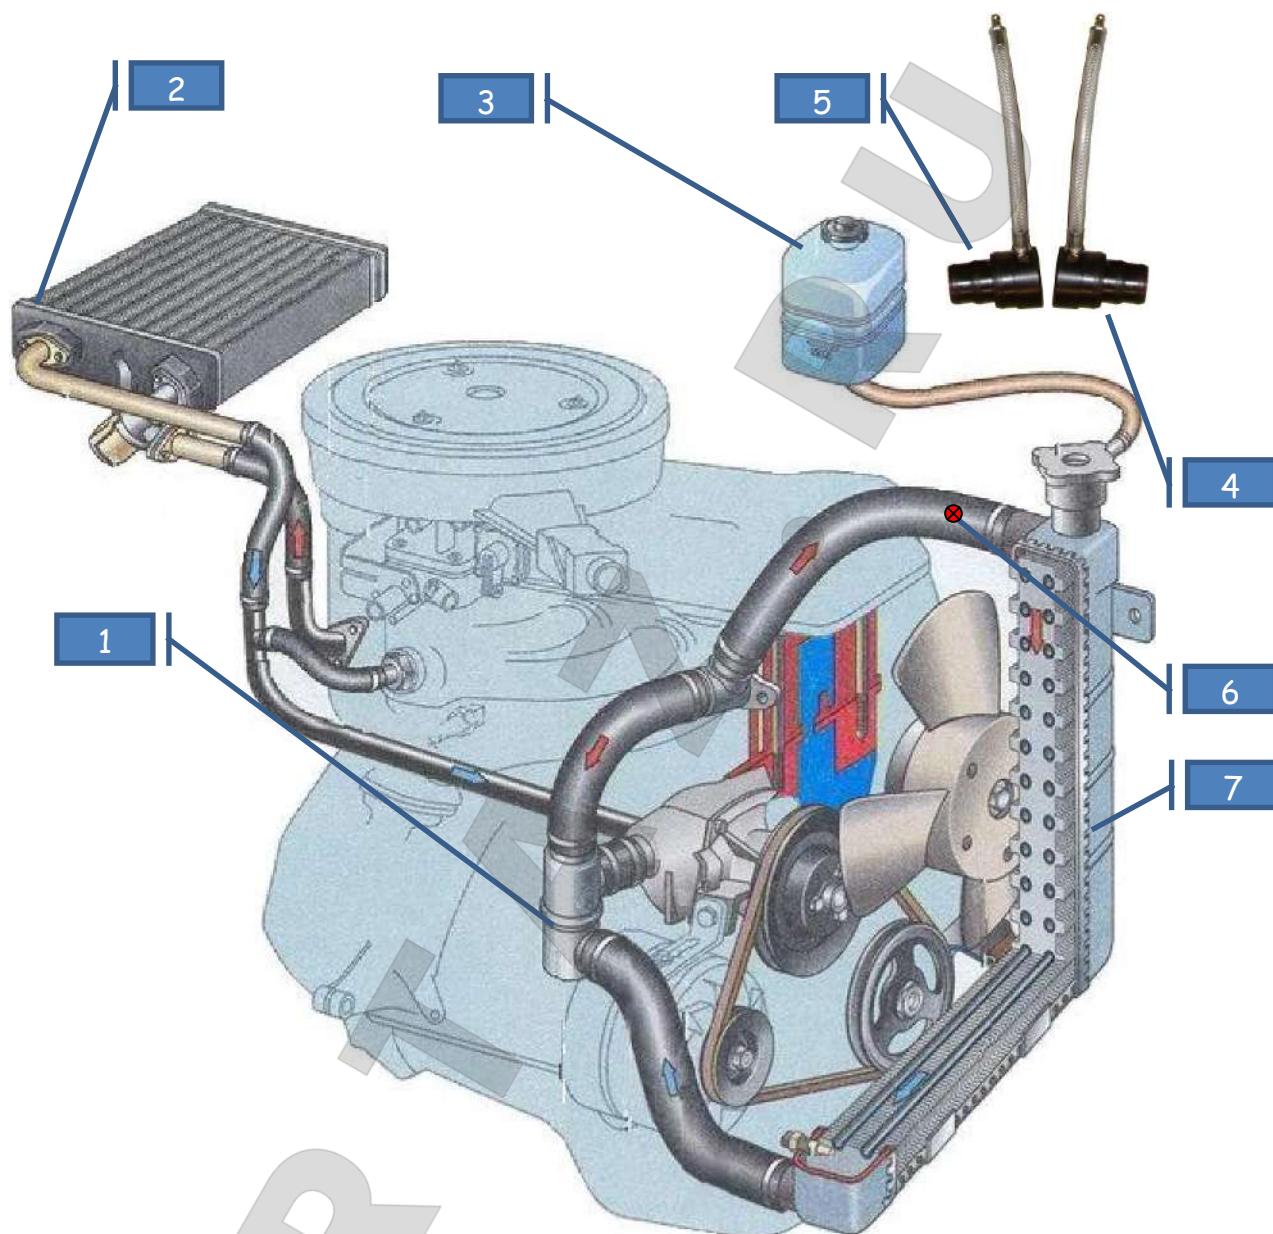

Рис. 5
8. Определить, какой адаптер будет «**Подающий**» (к двигателю), а какой «**Обратный**» (от термостата) - см. рис. 5.